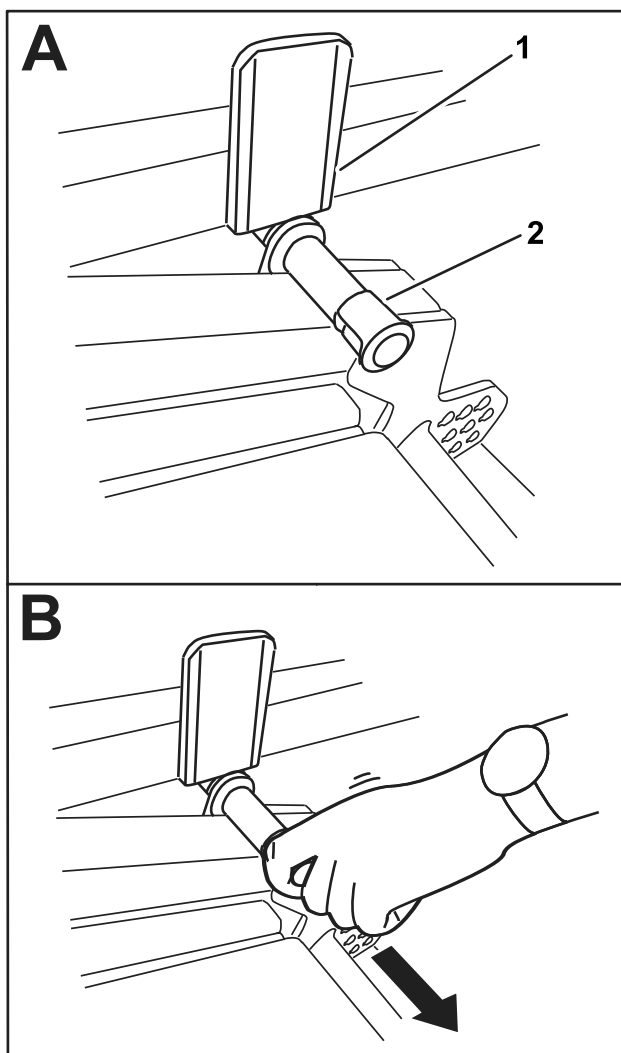

Bild 38
2. Drehen Sie das Mähwerk langsam nach unten, bis der Stift die Hubarmplatte berührt (A in Bild 38).
3. Drücken Sie das Mähwerk mit dem Fuß nach unten und ziehen Sie es dann den Stift heraus (B in Bild 38), um das Mähwerk in die TRANSPORTSTellung zu bringen.